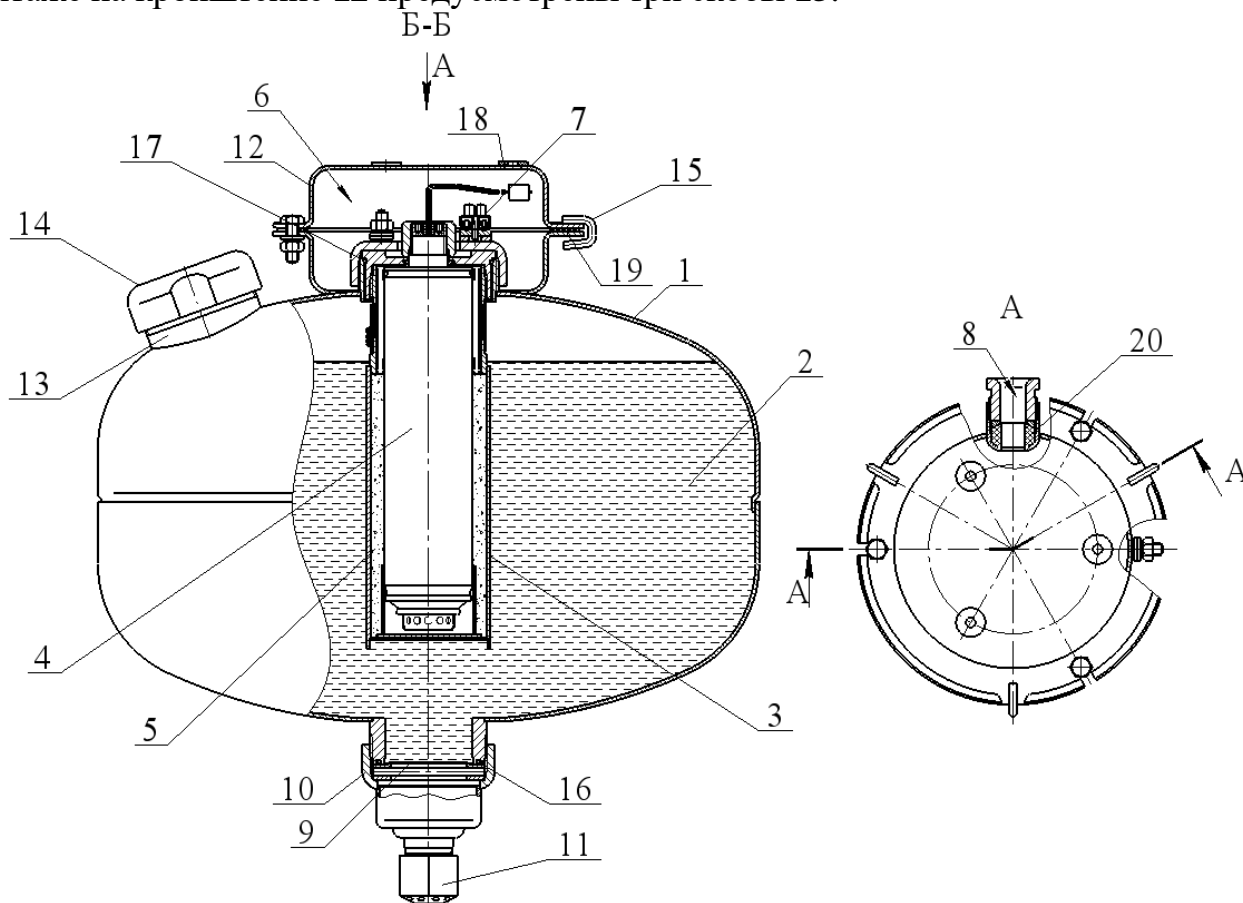

Рисунок 1
1.4.1.1 МУПТВ (см. рисунок 1) состоит из корпуса **1**, заправленного жидким ОТВ **2**, в котором размещено газогенерирующее устройство **3**. В герметичный корпус газогенерирующего устройства со степенью защиты IP68 установлен ИХГ **4** с элементом электропусковым. Зазор между ИХГ корпусом газогенерирующего устройства заполнен пористым искрогасящим материалом **5**. Соединительные провода элемента электропускового ИХГ выведены в коробку **6** через герметизированный узел в корпусе МУПТВ, обеспечивающий требуемую (не ниже IP67) степень защиты от внешних
После подачи на выводы элемента электропускового электрического импульса ИХГ **4** (см. рисунок 1) генерирует газ, который, проходя через пористый искрога-сящий материал, создает давление внутри корпуса МУПТВ для вскрытия мемб-раны **9** и выпуска через насадок-распылитель **11** в зону горения тонкораспыленной струи ОТВ.
2.1.3 Закрепить кронштейн **12** (см. рисунок 1) на потолке. Координаты отверстий в кронштейне приведены на рисунке 5.
2.1.5.1 Подготовка ОТВ для МУПТВ(Взр)-13,5-ГЗ-ВД($t^{\circ}\text{C} = +5_{\text{п}}$): залить в отверстие верхней горловины **9** (см. рисунок 1) воду (питьевую либо дистиллированную) (температура воды должна быть плюс (15...25) $^{\circ}\text{C}$) объемом $11,8^{+0,05}$ дм³. От-
2.1.5.2.3 Полученный раствор ОТВ залить в отверстие верхней горловины **9** (см. рисунок 1). Для окончательного приготовления ОТВ открыть упаковку (упаковки) с жидкими добавками и залить их в отверстие верхней горловины **9**. Установить в отверстие горловины предохранительный клапан **10**. Сверху закрутить гайку. Момент затяжки гайки 110^{+20} Н×м.
2.1.6 На выпускную горловину гайки **10** (см. рисунок 1) накрутить до упора насадок-распылитель **11**.